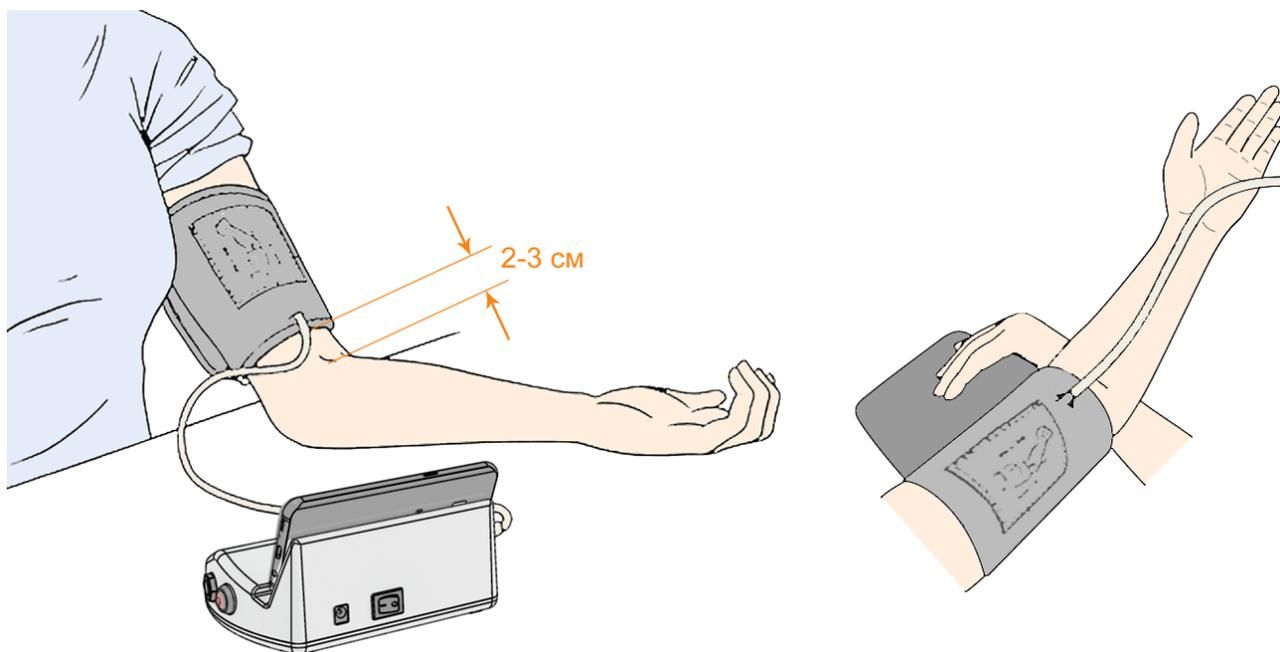

Рисунок 39 – Расположение компрессионной манжеты на плече
3. Расположите манжету на плече на 2-3 см выше локтевого сгиба (рисунок 39), трубка манжеты должна находиться на средней линии внутренней стороны руки.